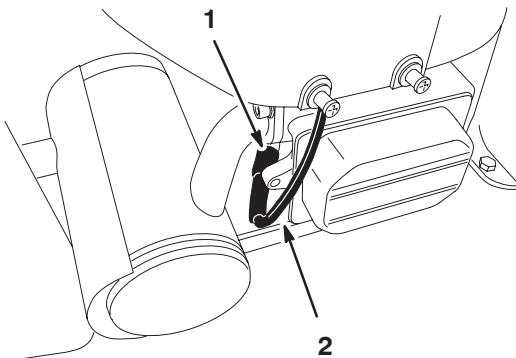

Figure 24
2. Débranchez le fil de la bougie (Fig. 24). Nettoyez la surface autour de la bougie pour éviter que des impuretés n'endommagent le moteur en tombant à l'intérieur.
3. Reconnectez le fil à la bougie (Fig. 24).